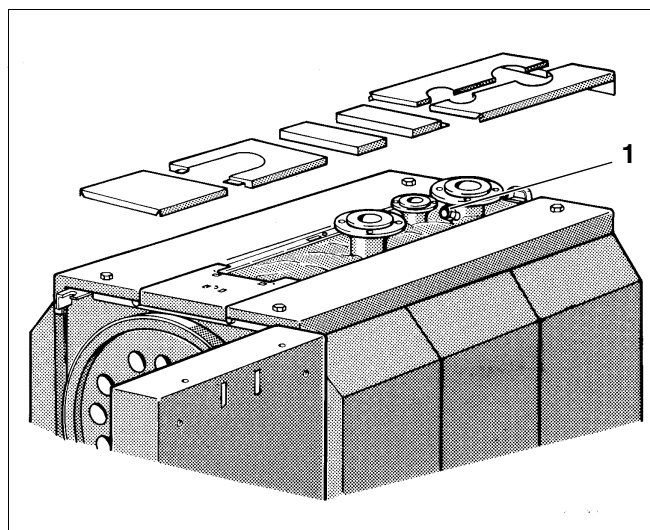

Fig. 25 Punct de masurare
- Conducta de senzori cu senzori pentru regulatorul de temperatură FTR, termometrul FT, termostat de siguranță al temperaturii FSTB și temperatură apă cazan FK trebuie direcționată către (Fig. 25, **Poz. 1**) teaca de imersie.